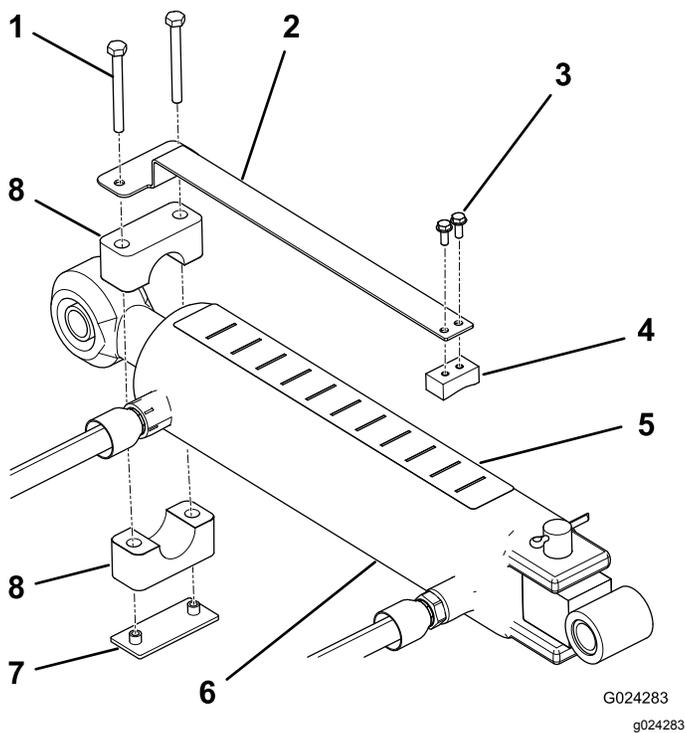

Bild 8
- Montieren Sie das Tiefenmessgerät mit zwei Metallgewindeschrauben (Nr. 10 x 1/2") an der flachen Seite des Schiebeblocks; positionieren Sie die Teile, wie in Bild 8 abgebildet.
- Befestigen Sie das Tiefenmessgerät mit der Schlauchklemme, der Schweißplatte und zwei Schrauben ($\frac{1}{4}$ " x $2\frac{1}{2}$ ") lose am Stangenende des Oberlenkerzylinders (Bild 8). Stellen Sie sicher, dass die Klemmen so lose sind, dass sie in die gewünschte Stellung gedreht werden können.
- Bringen Sie den Tiefenaufkleber oben am Zylinder an einer Stelle an, die von der Bedienerposition aus sichtbar ist, und die keine Hydraulikschläuche oder andere Hindernisse behindert (Bild 8). Richten Sie das Ende des Aufklebers mit dem Buchstaben „J“ zum Aerifizierer.